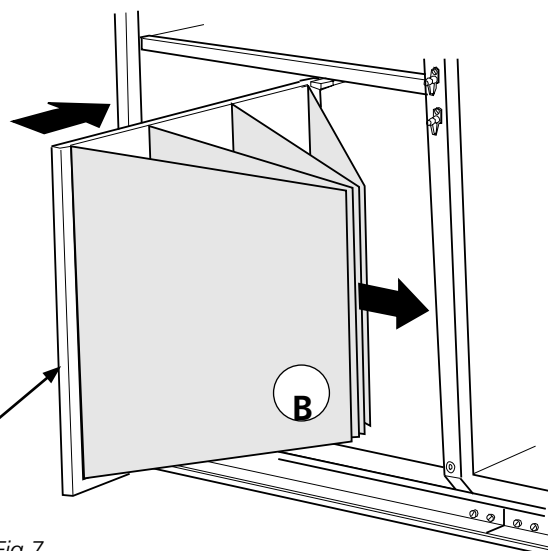

Fig 7
- OBS!** Ved isætning af nye filter er det vigtigt at strække filterposerne (B i Fig 7), så de ikke hænger i, beskadiges eller bliver foldede.